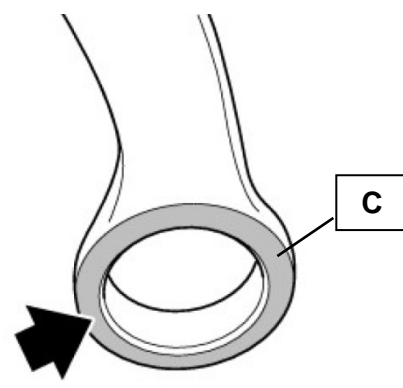

Abb.3
1. Vor Montage des neuen Traggelenks die Anlagefläche (C) reinigen (siehe Abb.3).